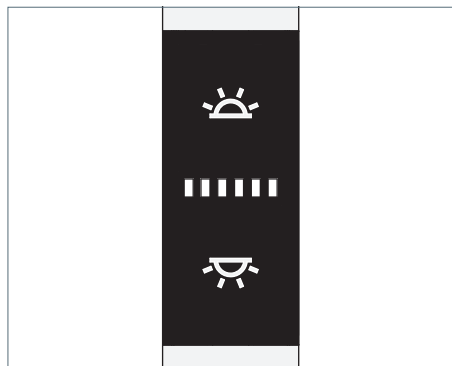

Fig. 13: Elemento di comando.
- Premere il pulsante superiore, vedi Fig. 13
- Premere il pulsante inferiore, vedi Fig. 13
- Premere il pulsante superiore e mantenerlo premuto, vedi Fig. 13.
- Premere il pulsante inferiore e mantenerlo premuto, vedi Fig. 13.